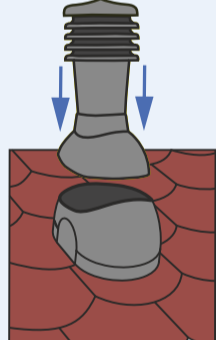

Рис.6
7. Установите трубу и отрегулируйте вертикальное положение по пузырьковым уровням на колпаке (рис.6) или отдельным уровнем. Если угол уклона кровли больше 50° - обработайте острым ножом нижнюю часть трубы, препятствующую наклону.